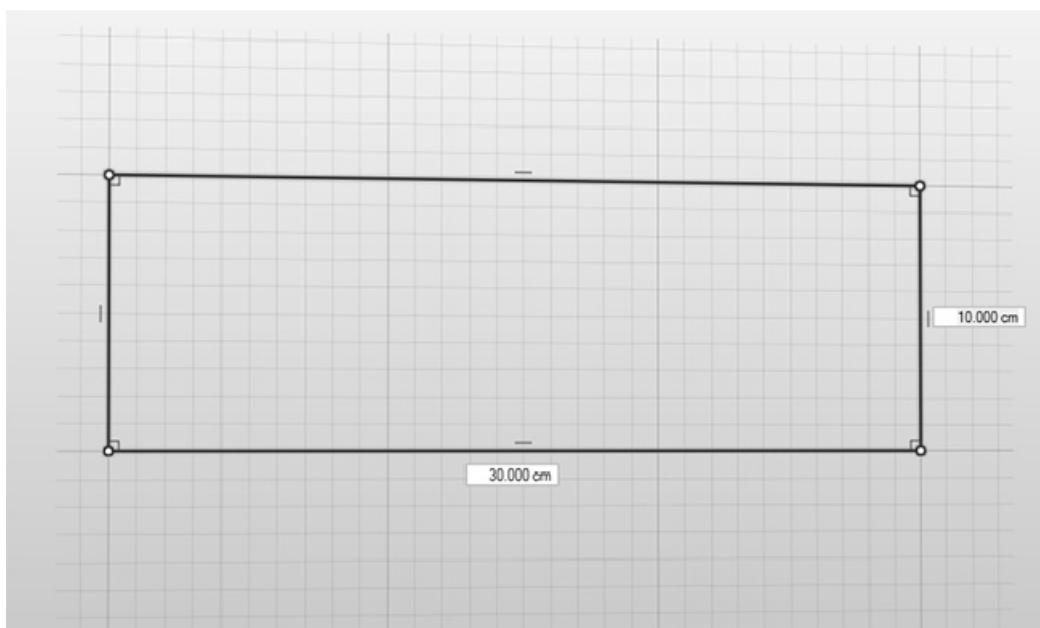

图 4-4
6) 单击鼠标左键放置第一个角，然后再次单击放置对角，以此来绘制矩形。此时获得长方形的尺寸为 30cm×10cm，如图 4-4 所示。